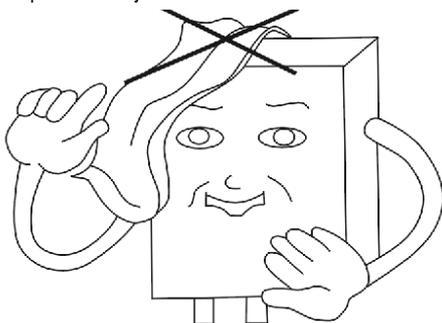

Fig. 17
- Ne pas mettre de serviettes ou de vêtements sur le chauffe-eau. (Fig. 17)